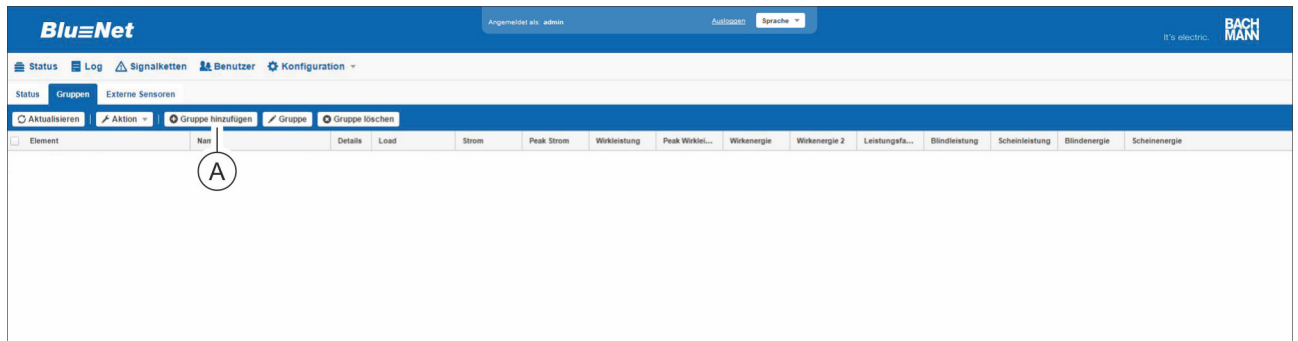

Abb. 140: Menü "Status" – Registerkarte "Gruppen"
4. ➤ Schaltfläche „Gruppe hinzufügen“ drücken, um eine neue Steckdosengruppe anzulegen (Abb. 140/A).